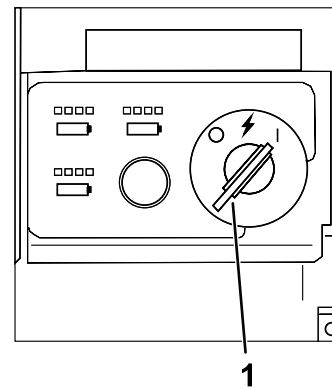

Figura 13
4. Gire la llave a la posición de CONECTADO para encender la máquina (Figura 13).